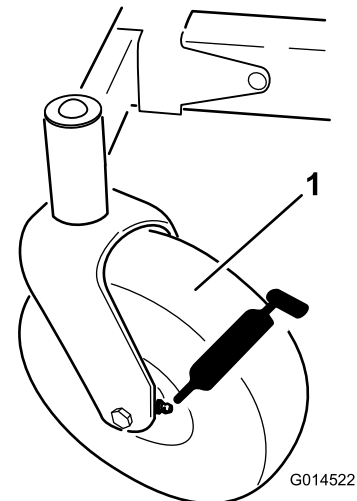
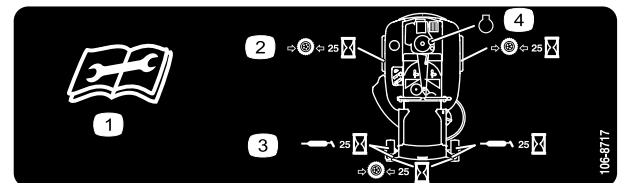

Figura 26
Figura 27
3. Limpie con un trapo los puntos de engrase (Figura 26 y Figura 27). Asegúrese de rascar cualquier pintura que hubiera sobre los puntos de engrase.
4. Conecte una pistola de engrasar a cada punto de engrase (Figura 26 y Figura 27). Bombear grasa hasta que empiece a rezumar grasa de los cojinetes.